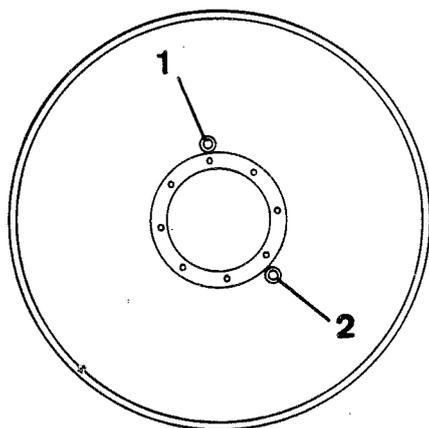

Fig. 33 Emplacement du cylindre
- 1 Conduire le rouleau jusqu'à ce que le bouchon de vidange (1) arrive au plus bas.
- 3 Conduire le rouleau jusqu'à ce que le bouchon (1) arrive tout en haut.
- 4 Remplir d'huile D selon Lubrifiants, page 1, jusqu'au milieu du niveau visible, voir fig. 33.